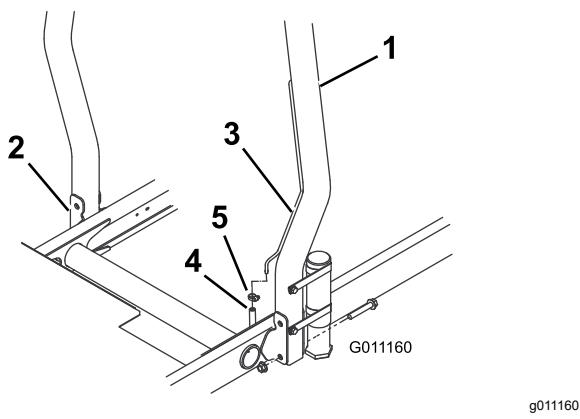

Figure 12
1. Abaissez l'arceau de sécurité sur les supports de montage du groupe de déplacement en alignant les trous de montage. Le tube d'évent de l'arceau de sécurité doit être placé du côté gauche de la machine (Figure 12).
- Fixez chaque côté de l'arceau de sécurité aux supports de montage avec 2 boulons à embase et contre-écrous (Figure 12). Serrez les fixations à 81 N·m.